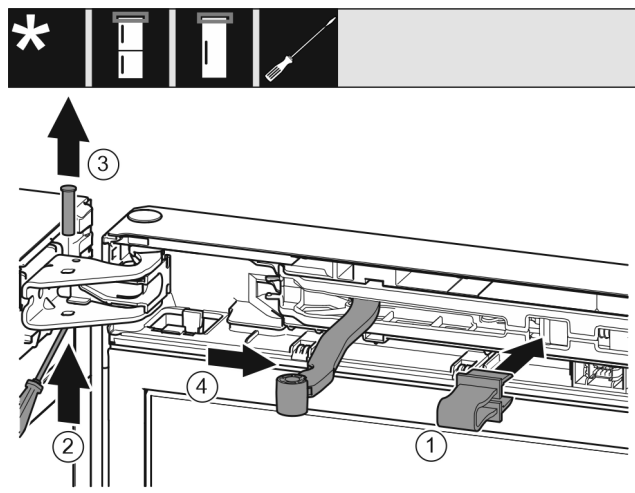

Fig. 6
- ▶ Innestare la protezione nell'apertura. Fig. 6 (1)
- ▶ Spingere verso l'esterno il perno con un cacciavite. Fig. 6 (2)
- ▶ Estrarre il perno verso l'alto. Fig. 6 (3)
- ▶ Ruotare il giunto articolato in direzione della porta. Fig. 6 (4)